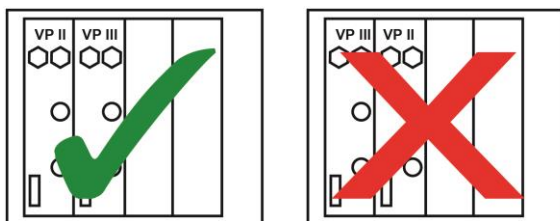

Abb. 3 Messpositionen ViscoPump II und III – Module im AVS® 370
**i** Das AVS® 370 kann auch mit ViscoPump II - Modulen betrieben werden, der älteren ViscoPump-Generation. Auch ein gemischte Bestückung mit ViscoPump II und III - Modulen ist möglich. Bei einer gemischten Bestückung ist zu beachten: **Die ViscoPump II - Module dürfen ausschließlich auf den ersten Messpositionen zum Einsatz kommen, also in den Einschüben links von den ViscoPump III - Modulen** (siehe  Abb. 3). **Bei falscher Reihenfolge der ViscoPump - Module treten bei der RS-Kommunikation Übertragungsfehler auf!**